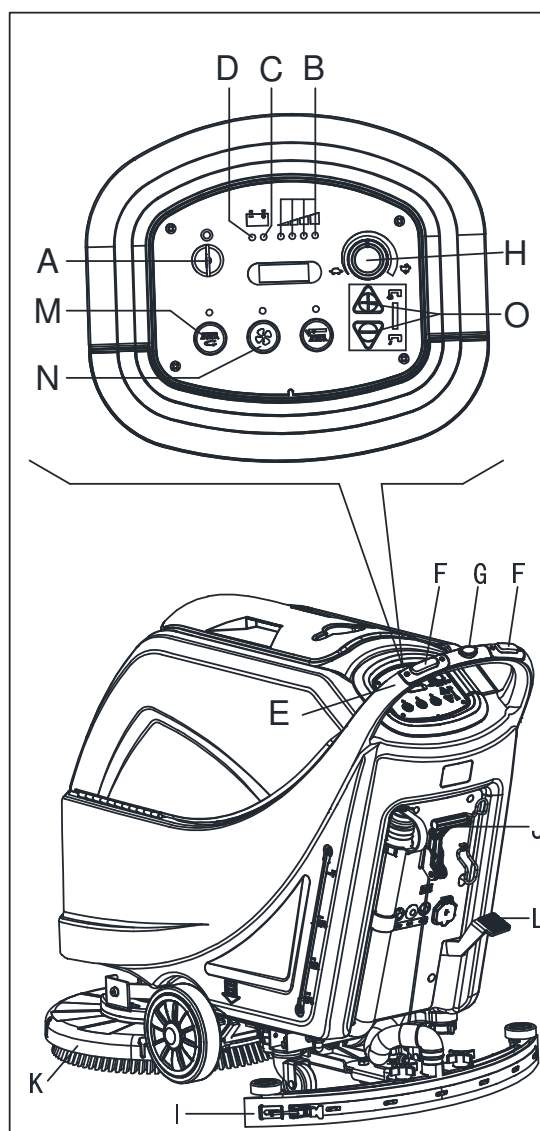

Рисунок 8
2. Вставьте ключ зажигания (А, Рис. 8) и поверните на "I". Убедитесь, что зеленый предупредительный световой сигнал (В) включен (заряженная батарея). Если включился желтый (С) или красный предупредительный световой сигнал (D), поверните ключ зажигания обратно на "0" и зарядите батареи (смотрите процедуру в главе Обслуживание).
- Толкая ее руками за рукоятку (Е) и нажимая на переключатель (F) для движения вперед, или нажимая на переключатель (F) вместе с переключателем (G) для движения назад (только для машин с тяговым усилением). Скорость движения вперед может регулироваться при помощи селектора (Н).
4. Опустите всасывающую балку (I) при помощи рычага (J).
5. Опустите настил щетки (K), подняв педаль (L).
6. Нажмите переключатель щетки (M) и вакуумный переключатель (N).
7. Выберите требуемую подачу (O), в зависимости от типа уборки.
- (только для машин без тягового усиления) толкая машину руками за рукоятку (Е) и нажимая на переключатель (F).
- (только для машин с тяговым усилением) толкая машину руками за рукоятку (Е) и нажимая на переключатель (F). При необходимости скорость вперед регулируется при помощи регулировки (Н).
2. Удерживая обе руки на рукоятке, нажмите переключатель (F, Рисунок 8), а затем маневрируйте машиной и начните сбор воды.